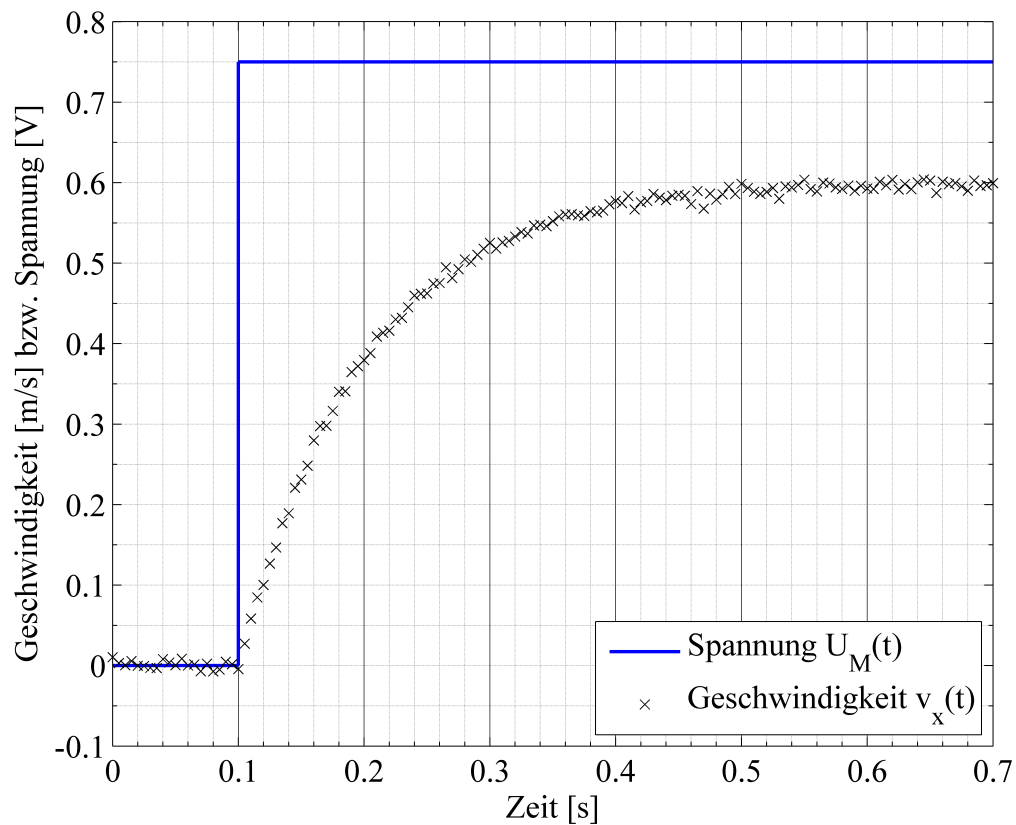

Abbildung 2: Sprungversuch Motor
- c) (1.5 Punkte) Die Geschwindigkeit $v_x(t)$ des Wagens lässt sich durch Einstellen der Spannung $U_M(t)$ eines Motors beeinflussen. In Abbildung 2 ist ein Sprungexperiment für dieses System zu sehen. Identifizieren Sie eine passende Übertragungsfunktion $G(s) = V(s)/U(s)$ mit einem Verfahren nach Wahl.